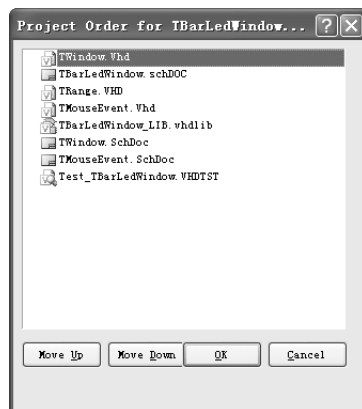

图 14-19 项目顺序选择对话框
1) 打开项目中的任意一个 VHDL 文件或电路原理图文件，选择菜单命令“工程”→“工程序列”，弹出项目顺序选择对话框，如图 14-19 所示。